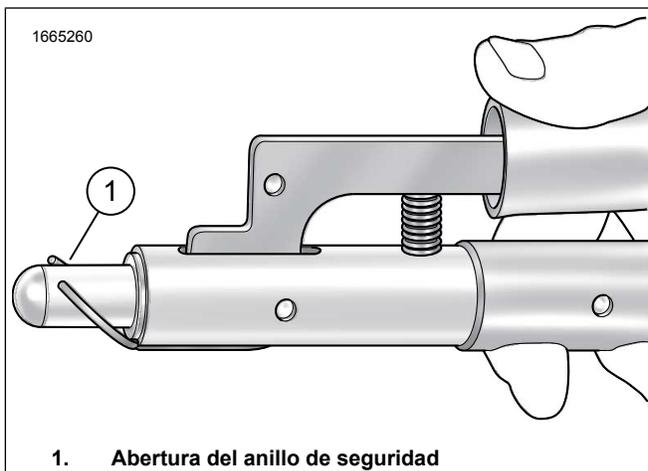

Figura 3. Posición del anillo de seguridad
- Figura 3 Coloque la abertura del anillo de seguridad (1) en la posición de las 12 en punto en una herramienta especial.